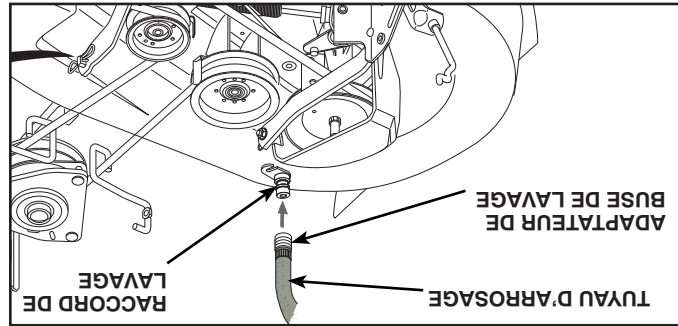

Fig. 26
RACCORD DE LAVAGE DU PLATEAU DE COUPE (Voir La Fig. 26)
4. Tirez sur la colerette de blocage de l'adaptateur de la buse de lavage puis poussez l'adaptateur sur le raccord de lavage du plateau de coupe situé à l'extrémité gauche du plateau de coupe de la tondeuse. Relâchez la colerette de blocage pour bloquer l'adaptateur sur la buse de lavage. (Voir La Fig. 26)